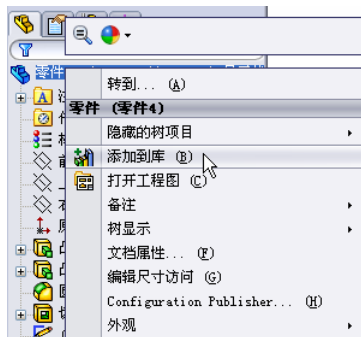
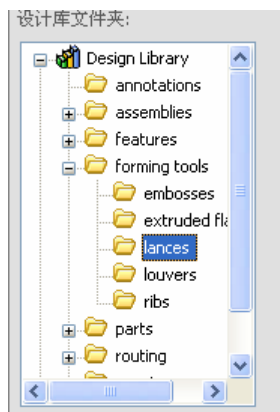
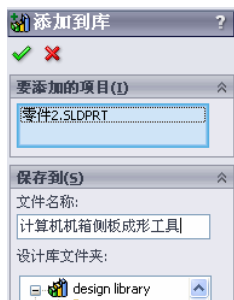

图 10-56 右键弹出菜单
图 10-57 选择保存位置
图 10-58 将成形工具命名
⑪ 保存成形工具。在 FeatureManager 设计树中右击成形工具零件名称，在弹出的菜单中选择“添加到库”命令，如图 10-56 所示。这时，将会弹出“添加到库”属性管理器，在属性管理器中“设计库文件夹”栏中选择“lances”文件夹作为成形工具的保存位置，如图 10-57 所示。将此成形工具命名为“计算机机箱侧板成形工具”，如图 10-58 所示，保存类型为“sldprt”，单击“确定”图标，完成对成形工具的保存。